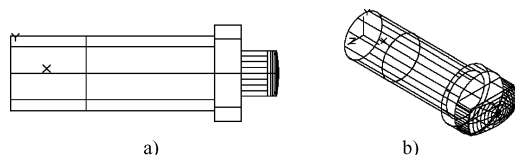

图 12-73 剖切球
(5) 剖切球。单击“三维工具”选项卡“实体编辑”面板中的“剖切”按钮，选取球为剖切对象，以 YZ 为剖切面，指定剖切面上的点为 (48,0)，对球进行剖切，保留球的右部。结果如图 12-73 所示。